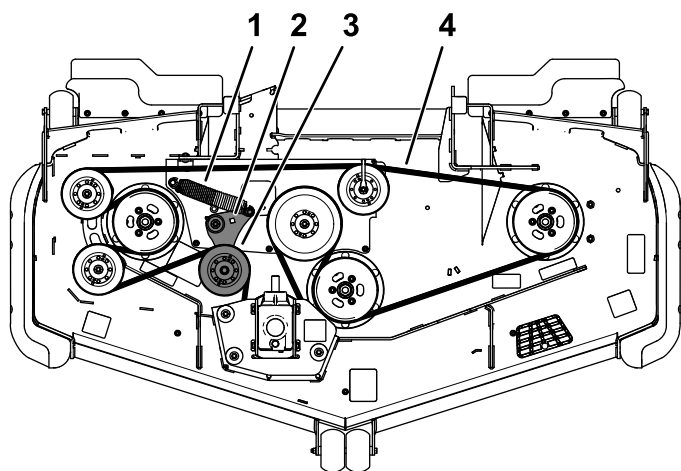
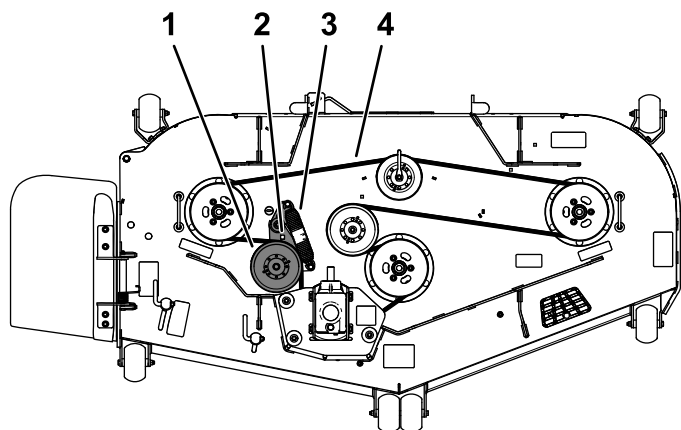

Figure 60
Figure 61
- Insérez un rochet dans le trou carré du bras de la poulie de tension pour détendre le ressort de la poulie de tension (Figure 60 ou Figure 61).
- Installez la nouvelle courroie sur les poulies (Figure 60 ou Figure 61).
8. Veillez à engager les extrémités du ressort dans les rainures d'ancrage, puis insérez le rochet dans le trou carré et chaussez la courroie sur la poulie de tension (Figure 60 ou Figure 61).